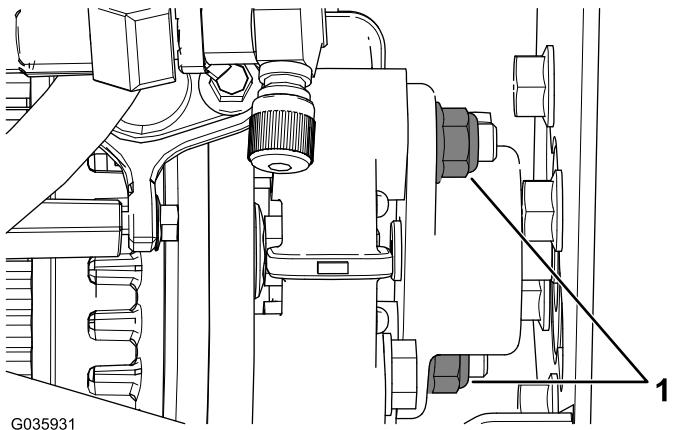

Figura 3
4. Rimuovete i 2 dadi flangiati dal mozzo della pompa idraulica (Figura 3).